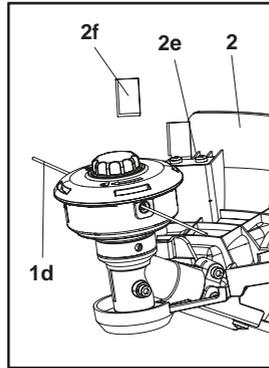

Fig. 29
La protección (2) protege al usuario frente a objetos despedidos durante su uso. Está equipada con una cuchilla (2e) que corta los hilos de recorte (1d) (Fig. 29).